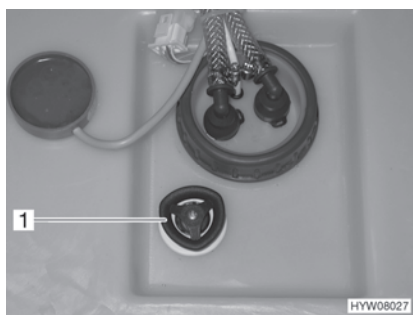

Bild 143 Vattentank med ratt
- Vrid ratten (Bild 143,1) på vattentanken medurs till stoppläget.
- Vrid ratten (Bild 143,1) på vattentanken moturs till motståndet. Vattnet rinner ut tills ca 20 liter är kvar.